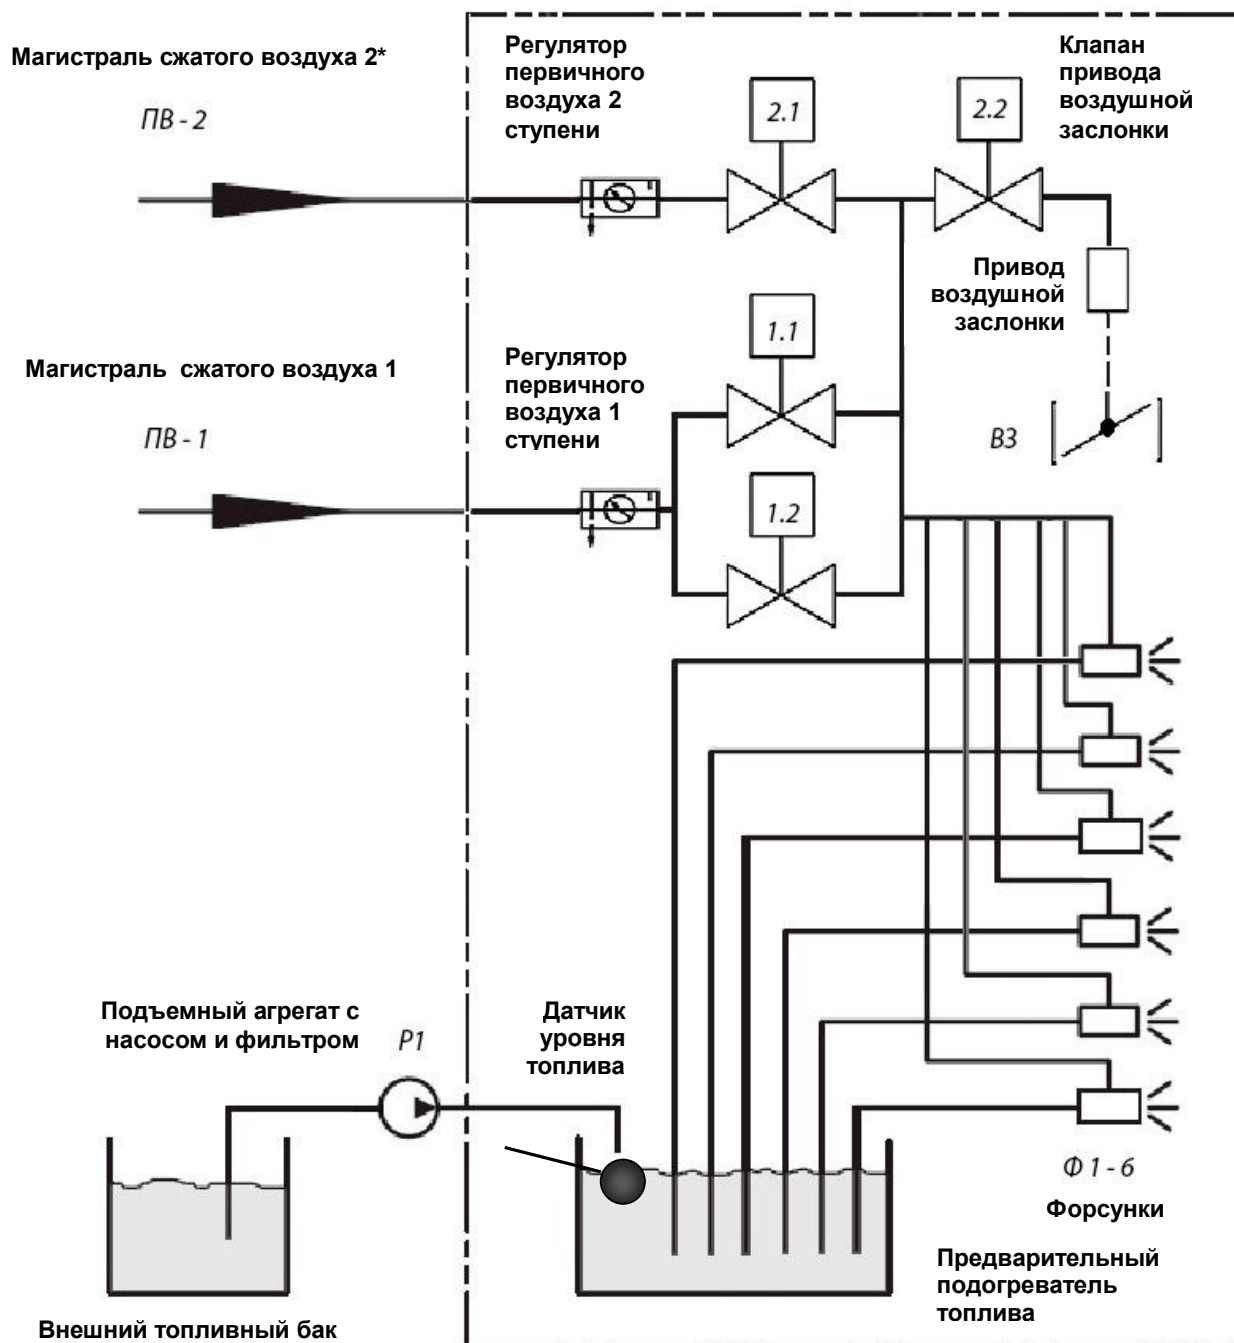
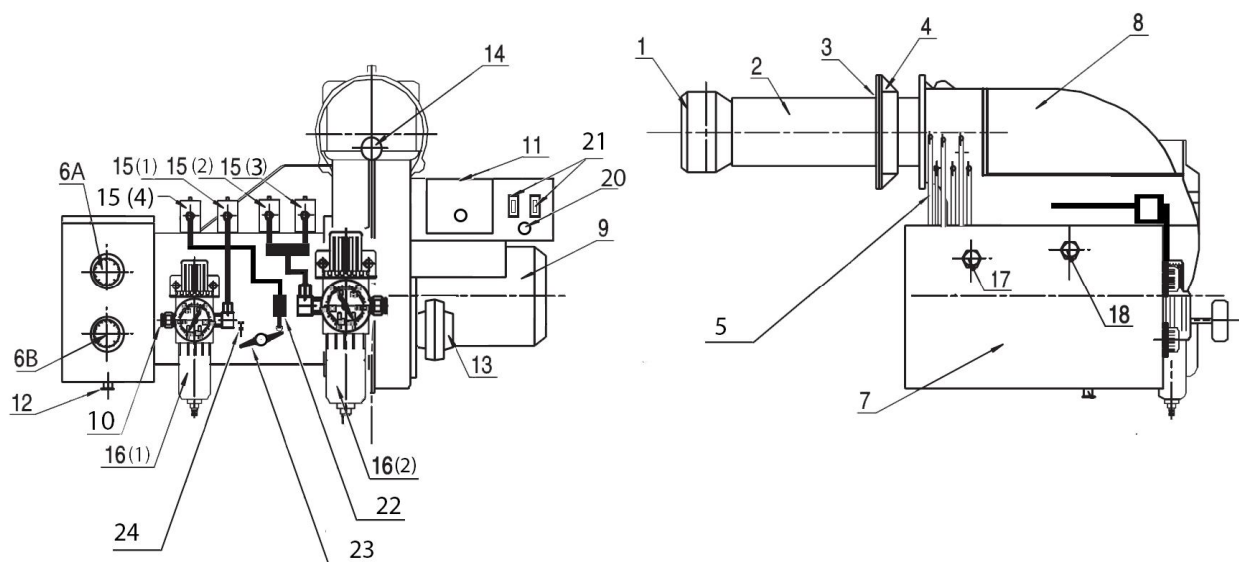

Рис. 3 Принципиальная схема горелки NORTEC WB 650
Рис. 4. Элементы горелок NORTEC WB
1. По сигналу от датчика уровня топлива, расположенного в емкости предварительного подогревателя топлива 7 (рис. 4), насос подъемного агрегата Р1 начинает заполнять емкость. В определенном положении поплавка срабатывает микровыключатель – емкость заполнена, насос выключается.
5. В начале процедуры запуска горелка осуществляет продувку камеры сгорания, при этом клапаны подачи топлива на форсунки закрыты. После окончания продувки, блок управления дает команду на розжиг и открывает электромагнитные клапаны подачи первичного воздуха магистрали №1 (15(2) и 15(3) на рис. 4). Воздух проходит через фильтр-влажнотделитель 16(2), на котором имеется регулятор давления и манометр. Величина давления первичного воздуха магистрали №1 задается в пределах 0.2 – 0.4 МПа.
9. Спустя 10-15 секунд (время задержки), блок управления разрешает открытие электромагнитного клапана магистрали №2 (15(1) на рис. 4), и горелка готова к работе 2-й ступени.
10. Включение/выключение электромагнитного клапана 15(1) 2-й ступени определяется внешним термостатом Т2 или ручным переключателем, подключенным вместо данного термостата. Если вместо термостата Т2 установлена перемычка, горелка будет постоянно работать на 2 ступени.
11. В момент открытия электромагнитного клапана 2-й ступени 15(1) срабатывает также электромагнитный клапан 15(4) пневмопривода заслонки 23 вторичного воздуха (рис. 3), и сжатый воздух из магистрали попадает на управляющий элемент привода заслонки 22, который открывает ее до заданного при настройке положения. Клапан 15(4) служит для предотвращения подачи давления воздуха на управляющий элемент заслонки из общего воздушного коллектора горелки при неработающей 2-й ступени.
Заслонка вторичного воздуха 23 (рис. 3) служит для регулировки горелки в зависимости от противодавления камеры сгорания котла на максимально полное сгорание топлива.
Данное значение выставляется на регуляторе 1-й ступени (16(2) на рис. 3).